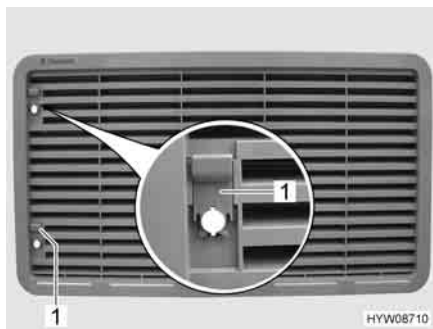
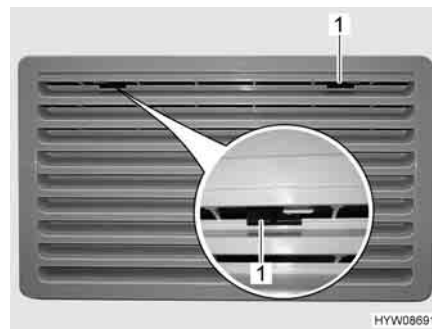

Fig. 139 Griglia di aerazione del frigorifero
Fig. 140 Griglia di aerazione del frigorifero (alternativa)
- A seconda dal modello, fare scorrere il cursore (Fig. 139,1) verso l'alto oppure l'arresto (Fig. 140,1) verso il centro.